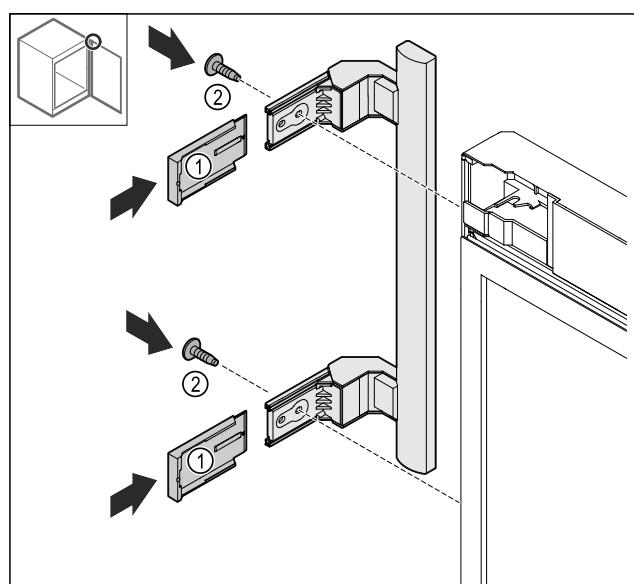

Fig. 27
► Насуньте накладки *Fig. 27 (1)*.